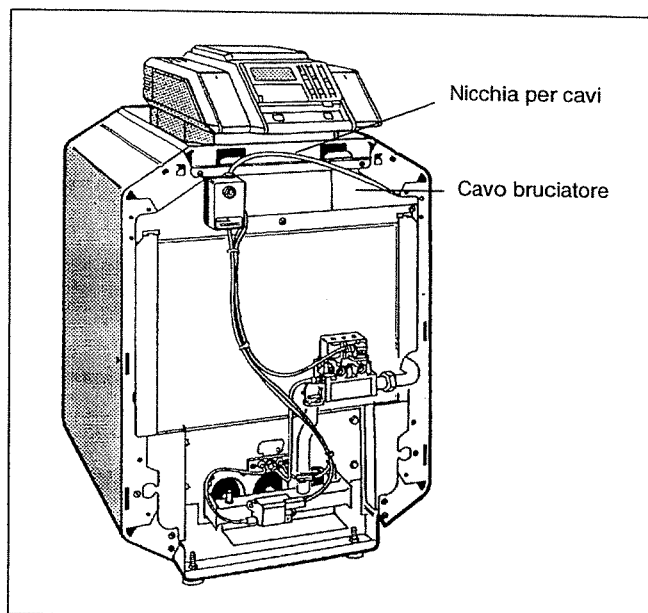

Fig. 14: Cavo bruciatore
- Far passare il cavo bruciatore attraverso la nicchia per cavi sotto il coperchio caldaia anteriore sul lato di collegamento dell'apparecchio di regolazione (Fig. 14).